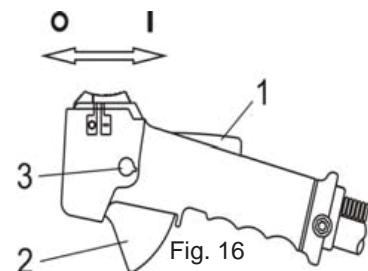

Fig. 16
4. Coloque o interruptor na posição **ON**. No sentido oposto à marca com seta com **OFF**. Fig.16.